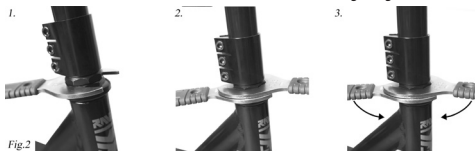

Fig.2
4. Als je roersleutels hebt, draai de twee moeren dan samen vast. Dit verlengt de gebruiksduur tot de volgende afstelling (Fig. 2).